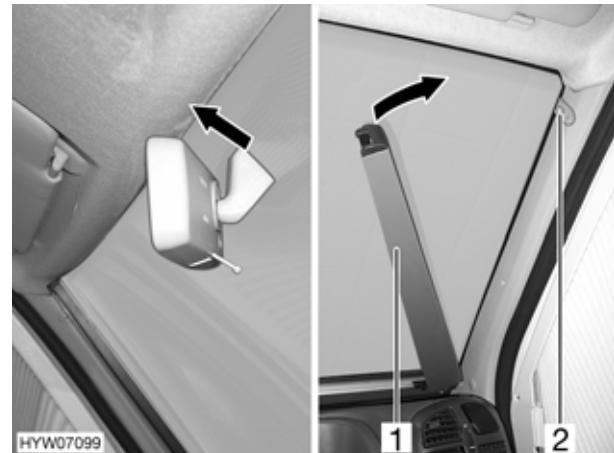

Fig. 51 Tendina oscurante pieghevole per il parabrezza
- Piegare le guide laterali (Fig. 51,1) della tendina oscurante pieghevole per il parabrezza verso l'alto e bloccarle con bottoni automatici (Fig. 51,2).